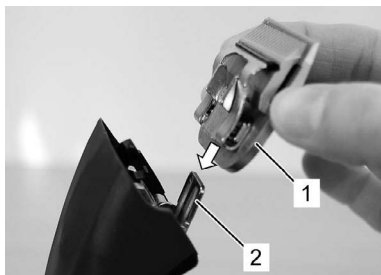

Fig. 15
6. Mettez la tête de coupe désirée sur la charnière de peigne et rabattez-la par pression légère vers la tondeuse en marche (fig. 15, 16, 17).